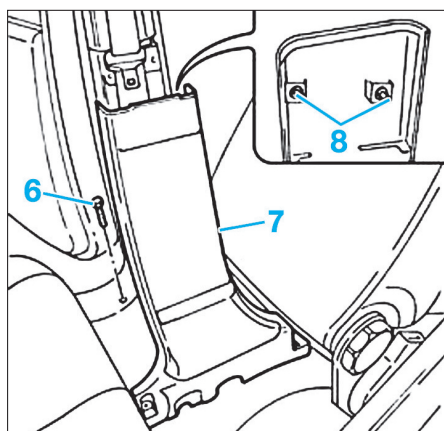

FIG. 55
- De chaque côté, déposer la vis (6), puis dégraffer l'élément (7) en (8) (Fig.55).